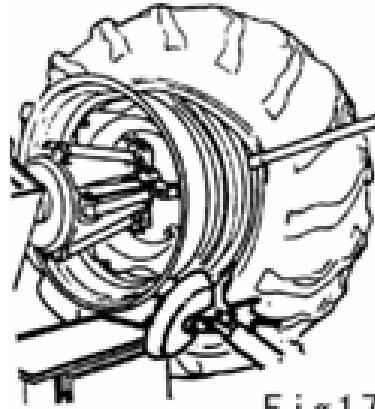

Fig 17
- (6) Нажмите на монтировку и опустите колесо до тех пор, пока край обода не окажется на расстоянии 5 мм от монтажного пальца.
- (7) Вращайте колесо против часовой стрелки, чтобы снять один из бортов шины.
- (8) Переведите инструментальную консоль в нерабочее положение, опустите консоль, чтобы шина оказалась на платформе (4). Установите платформу так, чтобы образовался небольшой зазор, необходимый для выемки камеры.
- (9) Выньте камеру и снова поднимите колесо.
- (10) Переведите инструментальную консоль к внутренней части шины, разверните монтажный палец на 180° и опустите консоль в рабочее положение. Установите палец между ободом и бортом шины и вращайте колесо до тех пор, пока борт не окажется у переднего края обода.
- (11) Установите обод на расстоянии 4-5 см от инструмента.
- (12) Установите монтажный палец на 3 мм вглубь обода.
- (13) Установите монтировку между ободом и бортом шины справа от монтажного пальца (рис. 17).